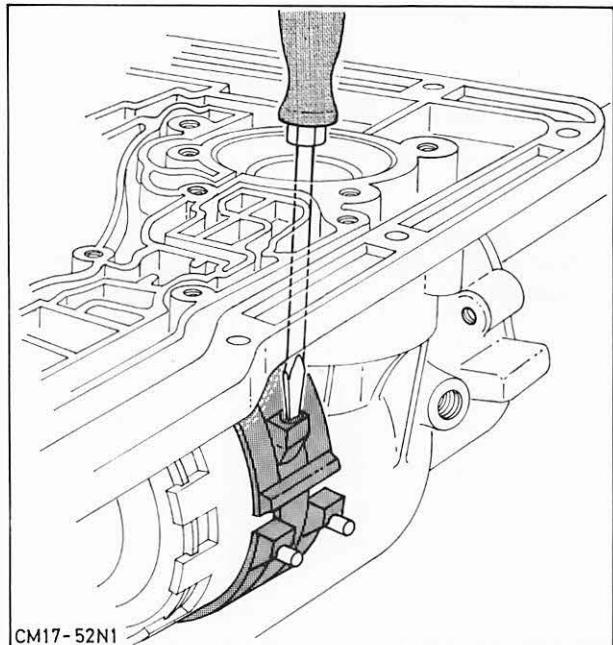

Abb. 90 Sitz des Bremsbandes mit einem Schraubenzieher durch die hintere Servo-Betätigungsbohrung prüfen
40. Hinteres Bremsband (mit den beiden Ausfräsungen auf die Gegenlagerzapfen) in das Gehäuse einlegen. Abb. 90.
Anschließend Bremsband mit einem Schraubenzieher durch die hintere Servo-Betätigungsbohrung auf korrekten Sitz überprüfen. Abb. 90.